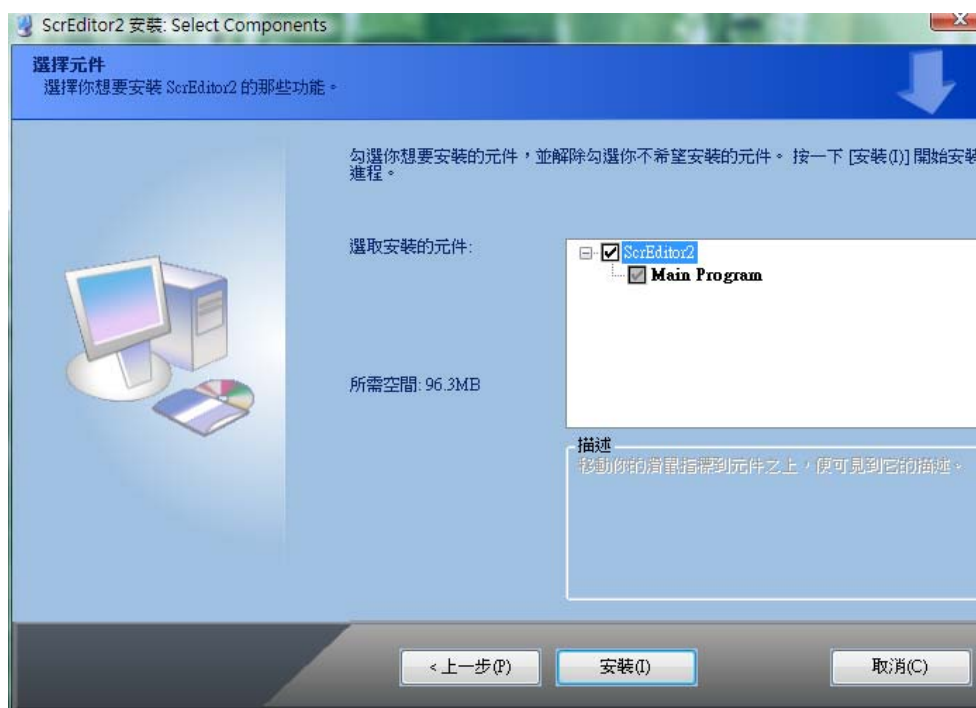

图 3-1-12 选择安装元件画面
7. 按下【下一步】键后，信息对话框内会显示可安装的元件项目（图 3-1-12）。目前软件并无其他可选择的元件，因此直接按下【安装】键，Screen Editor 程序便开始执行安装。未来若有提供其他元件选择，用户可自行选取所需安装的项目安装。